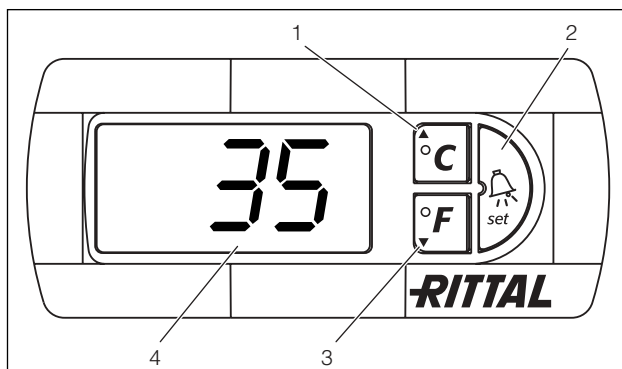

Fig. 38: Controllo Comfort
Il controllo Comfort dispone di un display a 7 segmenti (fig. 38, nr. 4). In seguito all'attivazione dell'alimentazione, sul display appare per ca. 2 secondi la versione del software in uso e successivamente l'opzione preimpostata (ad es. t10) o la temperatura. In modalità di funzionamento normale il display visualizza sia la temperatura (in gradi Celsius o gradi Fahrenheit, commutabili) sia le segnalazioni di guasto. La temperatura attuale all'interno dell'armadio in regime normale è sempre visualizzata. In presenza di guasto appare la relativa segnalazione invece dell'indicazione di temperatura.
Per la programmazione dell'apparecchio si utilizzano i tasti 1 – 3 (fig. 38). Analogamente i parametri sono visualizzati sul display.
- Premere contemporaneamente i tasti 1 e 2 (fig. 38) per min. 5 secondi.
Con i tasti 1, 2 e 3 (fig. 38) è possibile modificare 24 parametri entro i campi predefiniti (valore min., valore max.).